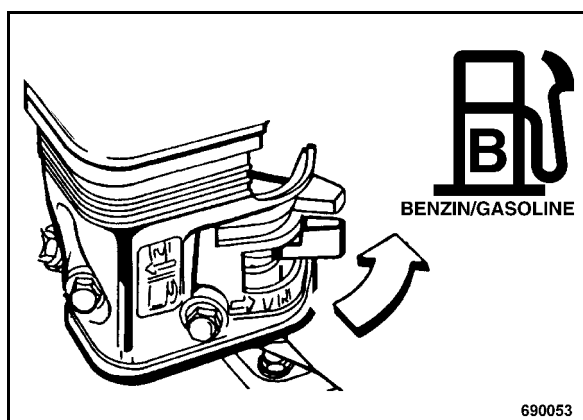

рис. 60
- Открыть топливный кран (рис. 60) в направлении стрелки.